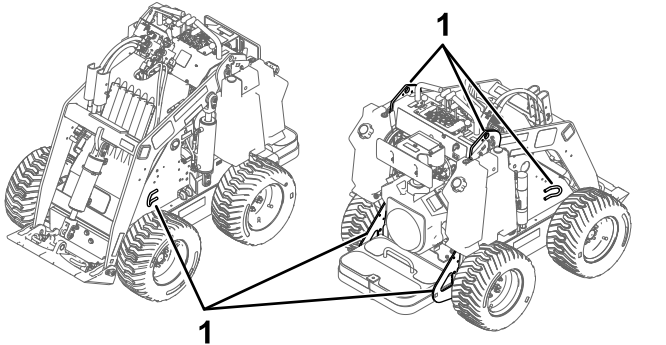

Figura 14
8. Utilice los puntos de amarre metálicos de la máquina para sujetar la máquina firmemente al remolque o al camión con correas, cadenas, cables o cuerdas (Figura 14). Consulte la normativa local respecto a los requisitos de amarre.
Puede izar la máquina usando los puntos de amarre/izado; consulte Figura 14.